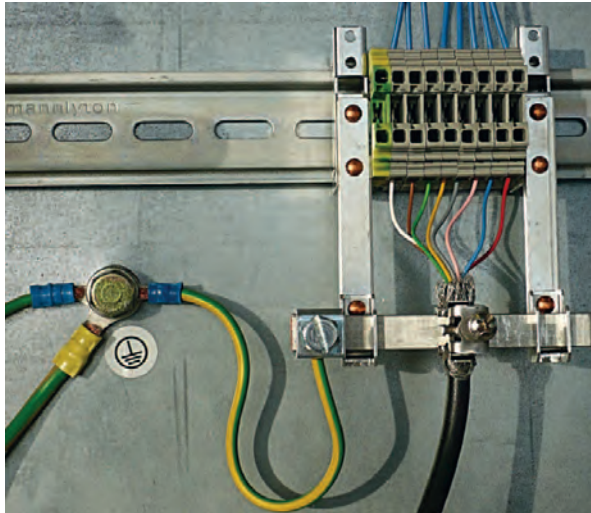

Bild 7.2: Auflegen des Kabelschirms im Schaltschrank
- ↪ Klemmen Sie den Schirm im Schaltschrank flächig auf FE (siehe Bild 7.2).